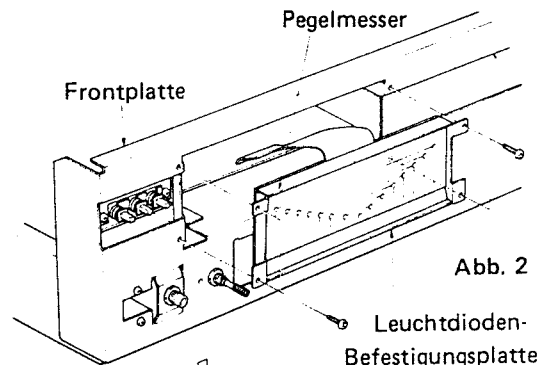

Abb. 2
- 4) Die vier Befestigungsschrauben der Pegelmesser-Skalenplatte entfernen (Abb. 2).